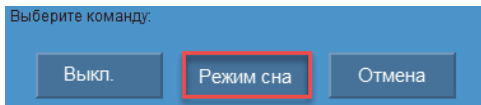

Рис. 3-3 Выбор режима сна
2. Выберите **Выкл.** (см. Рис. 3-3 на стр. 41).
- Появится сообщение «Выберите команду» (см. Рис. 3-3 на стр. 41).